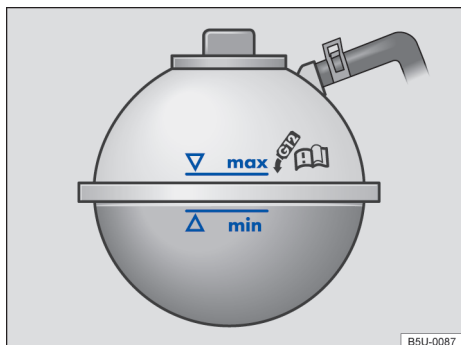

Fig. 183 No compartimento do motor: marcação no reservatório de expansão do líquido de arrefecimento do motor.
- Com o motor frio, verificar o nível do líquido de arrefecimento do motor pela marcação lateral do reservatório → Fig. 183.
- Reabastecer somente com líquido de arrefecimento do motor **novo** e de acordo com a especificação da Volkswagen (→ Página 209) → ①.
- O nível do líquido de arrefecimento do motor deve permanecer dentro da marcação do reservatório → Fig. 183. **Não completar acima da marca "max"** → ①!
- Se em caso de emergência não houver à disposição o líquido de arrefecimento do motor dentro da especificação exigida, não utilizar nenhum outro aditivo do líquido de arrefecimento do motor! Em vez disso, completar somente com **água destilada** → ①. Depois disso, a mistura com a proporção correta de aditivo do líquido de arrefecimento do motor → Página 209 deve ser reestabelecida o mais rápido possível.
- Completar com líquido de arrefecimento do motor somente até a marca "max" → Fig. 183. Caso contrário, ao aquecer-se, o líquido excedente será expulso do sistema de arrefecimento do motor e poderá causar danos.